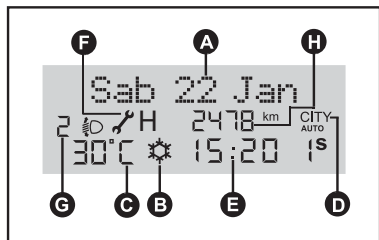

fig. 24
- Hodômetro total (**H-fig. 24**)
- Relógio (**E-fig. 24**)
- Temperatura externa (**C-fig. 24**)
- Data (**A-fig. 24**)
- Visualização das mensagens de advertência com o símbolo correspondente (ex.: possível presença de gelo na estrada **B-fig. 24** ou chave de boca **F-fig. 24**);
- Visualização da modalidade city (se selecionada) (**D-fig. 24**);
- Visualização da posição da regulagem dos faróis (presente com faróis baixos ligados) (**G-fig. 24**);